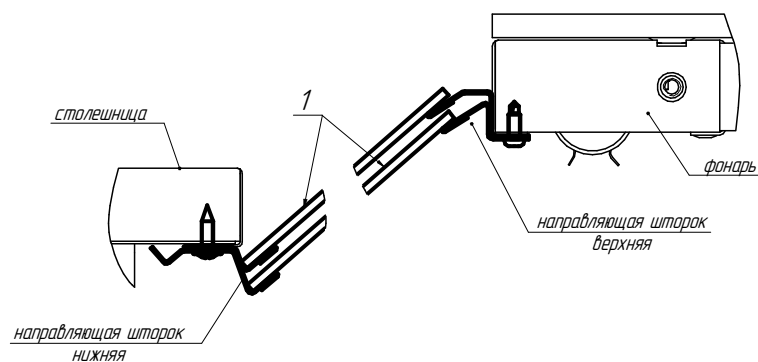

Рисунок 9
15. Установить шторы из оргстекла в направляющие установленные под столешницей и под кожухом фонаря. (См. рисунок 9 для линейных витрин, рисунок 10 для угловых витрин).